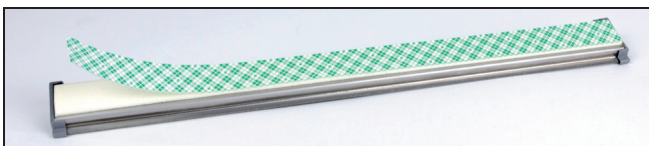

Abb. 2 Entfernen der Schutzfolie
1. Die Schutzfolie des Klebebandes entfernen (Abb.2).